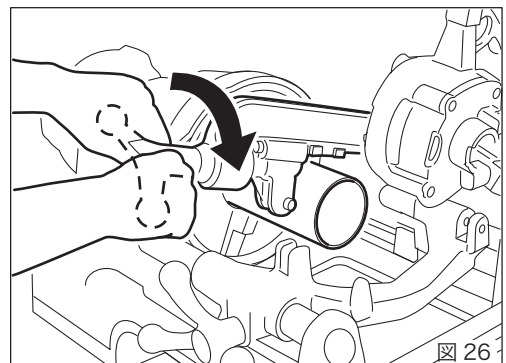

図 26
- ①転造ヘッドを起こしてください。
- ②パイプの切断箇所を定めてパイプをしっかり固定します。
- ③パイプカッタをパイプ径より大きくひらいて図のようにあてがい、パイプの切断箇所にカッタの刃を合わせてハンドルでローラーと刃がかかるあたるところまで近付けてください。
- ④スイッチを入れ、カッタハンドルをパイプ1回転で1/2以内の割合で回してください。(図26)切断のときに最初から強い力で切り込むと、パイプの切り口がだ円形にゆがみ、正しい真円のねじが切れない場合がありますから、切り始めは、軽く締めつけながら徐々に切断してください。